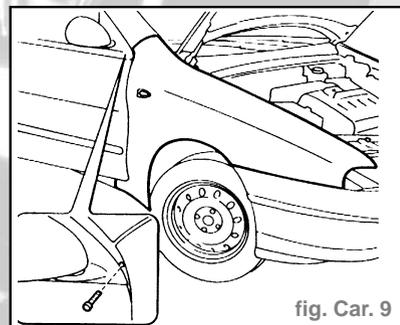

fig. Car. 9
- Dévisser la vis de fixation de l'aile au revêtement du montant Avant, ensuite séparer l'aile du mastic adhésif (fig. Car. 9).